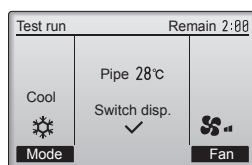

Fig. 7-3
- Trykk på [F1] for å endre driftsmodus. (Fig. 7-3)